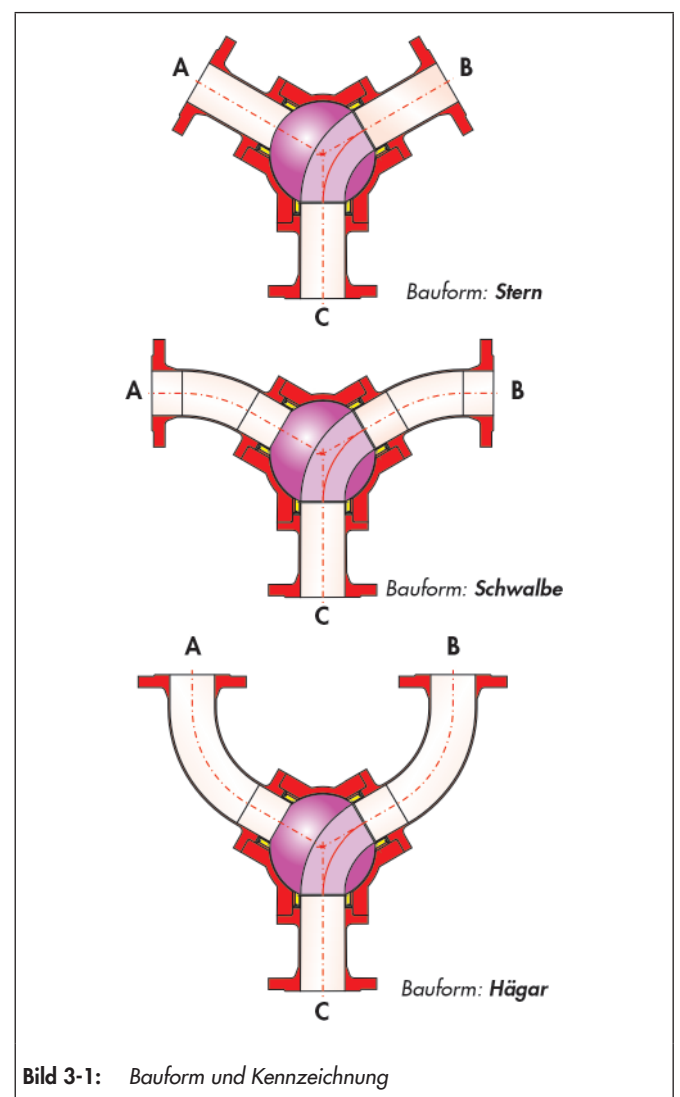

Bild 3-1: Bauform und Kennzeichnung
- ⇒ Tellerfedersatz (14) über die Schaltwelle (5) bis auf die Dachmanschettenpackung (15) legen. Anordnung der Tellerfedern, vgl. Bild 3-1.
- ⇒ Lagerbuchse (12) in den Stopfbuchsflansch (7) eindrücken.
- ⇒ Stopfbuchsflansch (7) über die Schaltwelle auf den Deckflansch (3) aufsetzen.
- ⇒ Stopfbuchsflansch mit den gefetteten Schrauben (21) justieren und gleichmäßig und wechselseitig anziehen.